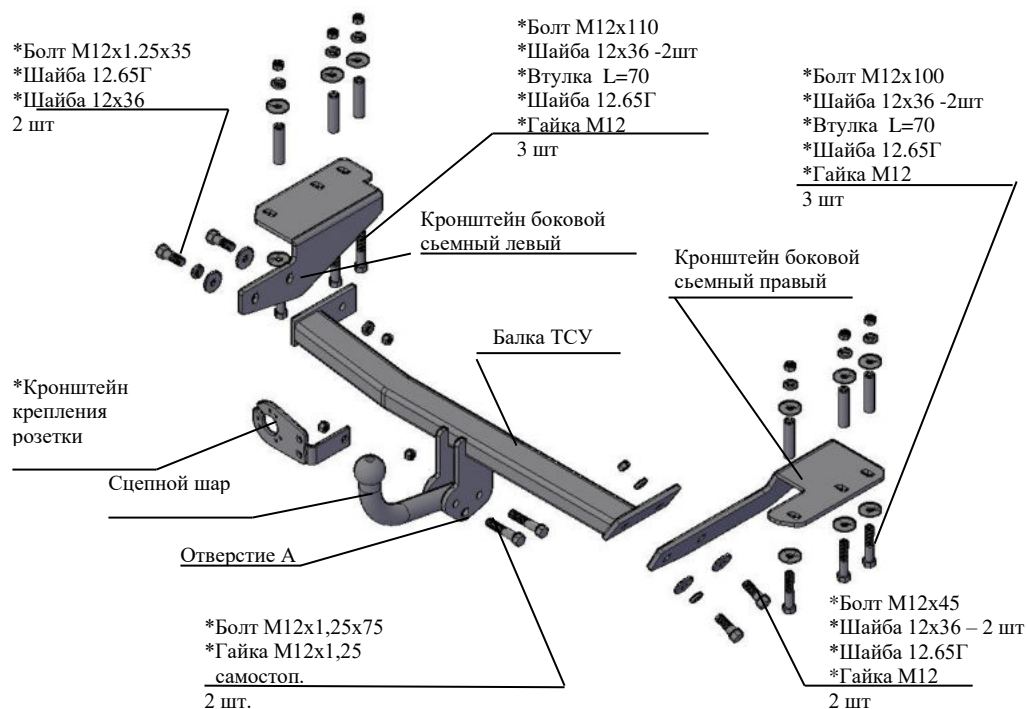

Рис.1 Тягово-цепное устройство 8121.
2.1 ТСУ 8121 в сборе (рис.1)	1 шт.
2.2 Пакет с комплектующими (см. рис.1)	1 шт.
4.3 Совместить штатные отверстия в нижних полках лонжеронов с двумя отверстиями кронштейнов, разметить третьи отверстия, просверлить отверстия $\phi 13$ в багажный отсек, рассверлить отверстия $\phi 13$ (только нижнюю полку лонжеронов) до $\phi 16$, установить дистанционные втулки. Установить боковые кронштейны ТСУ к нижним полкам лонжеронов а/м (правый и левый соответственно рис.1), закрепив болтами М12х110 (справа - болтами М12х100) и гайками М12, подложив шайбы 12х36 и шайбы 12.65Г соответственно рис.1. Крепеж не затягивать.